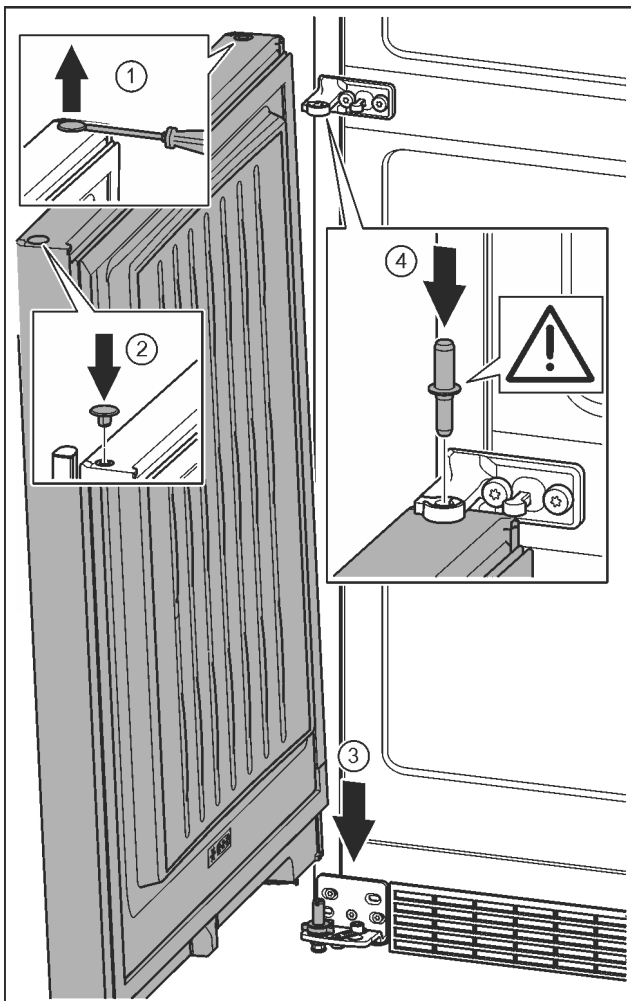

Fig. 22
- ▶ Plochým skrutkovačom opatrne nadvihnite a vyberte zátku. Fig. 22 (1)
- ▶ Zátku opäť nasadíte na druhú stranu dverí. Fig. 22 (2)
- ▶ Dvere nasadíte zhora na dolný ložiskový čap. Fig. 22 (3)
- ▶ Ložiskový čap v strede nasadíte cez ložiskovú konzolu v strede do dolných dverí. Dbajte pritom na to, aby zárez dorazu ukazoval smerom dozadu. Fig. 22 (4)